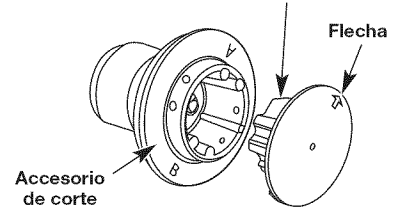

Fig. 21
3. Reinstale la placa de deslizamiento (Fig. 21). Alinee la flecha con: